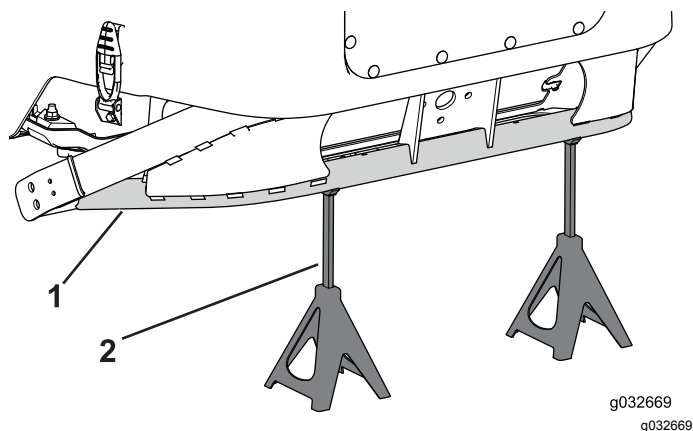

図 103
1. 機体フレーム後部の下にジャッキスタンド2台をセットする 図 103。